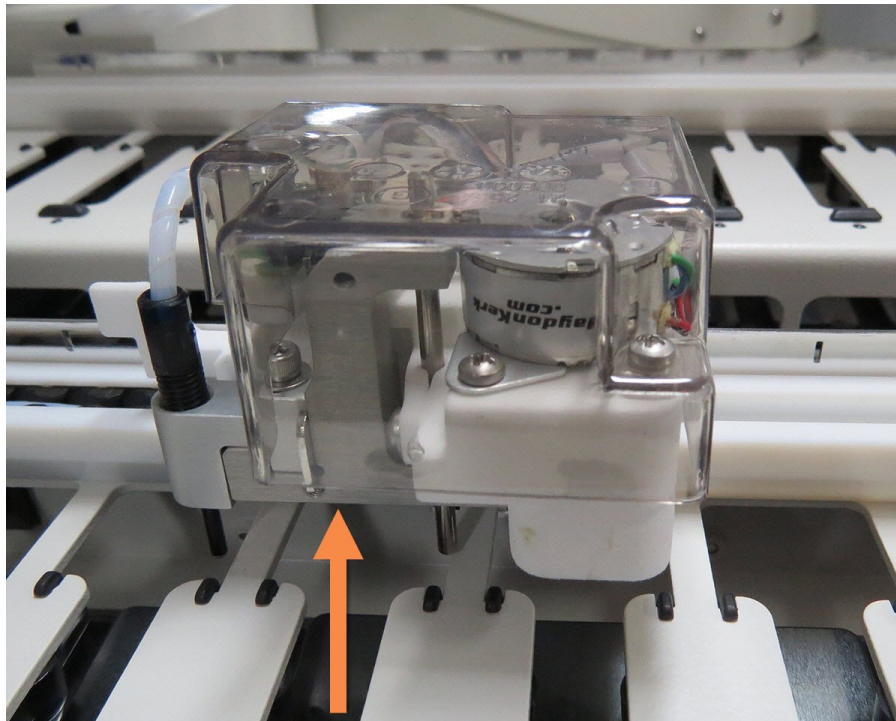

Figure 2-22: Nosta näytettyä annostelublokkia ja työnnä bulkinesterobottia leikkeiden värjäyskokoonpanon ohjainkiskoa pitkin
2. Nosta bulkkinesterobotin annostelublokkia varovasti (katso Figure 2-22), kunnes anturi on irti ylälevystä.